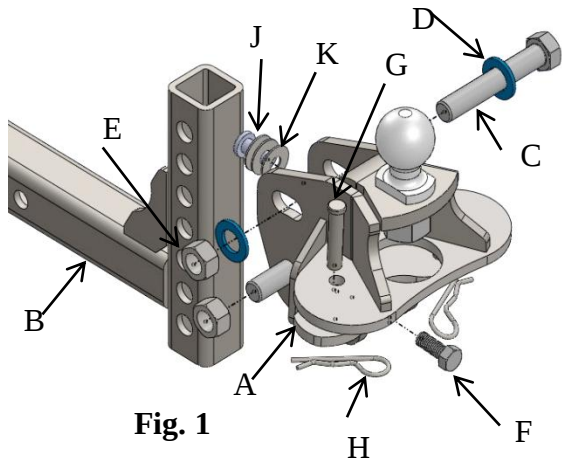

Fig. 1
- Inserte las barras de resorte dentro del montaje de la esfera (A) y asegure con pasador (G) y clip (H). Aplique un lubricante en las barras de resorte a medida que las inserta en el montaje esférico.
- Con el remolque acoplado a la esfera y el remolque en nivel de configuración (use el gato de remolque para nivelar) el ajuste del ángulo en el montaje esférico debe tener la barra de resorte 3" por debajo de la almohadilla de fricción para el sistema de 400 lb. y 4" por debajo de la almohadilla de fricción para el sistema de 600 lb. (Ver Fig. 5) Si es necesario agregue o quite arandelas (K) como aparece en la Fig. 1 para obtener la dimensión necesaria. Cada arandela agregada bajará las barras de resorte aproximadamente 5/8" a 3/4".
- Instale y apriete el perno (F) que aparece en la Fig. 1
- Retire el clip (H) y el pasador (G), fig. 1. Saque la barra de resorte de la cabeza (A).